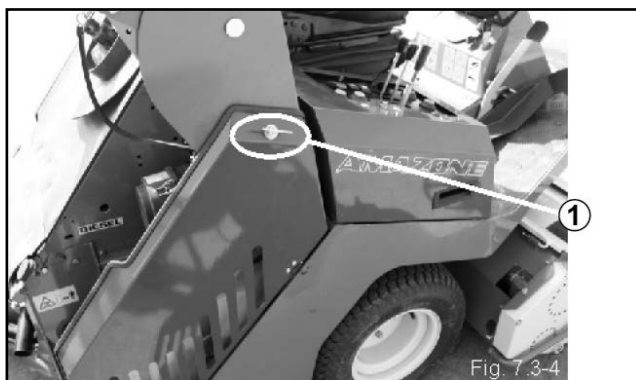

Fig. 7.3-4
Ouverture des vissages (1) et abaissement de la grille de protection vers le bas (Fig. 7.3-4).